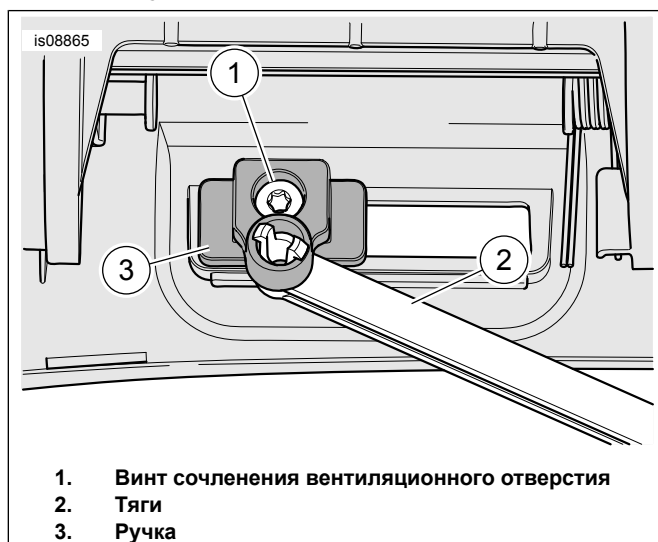

Рисунок 4. Винт сочленения вентиляционного отверстия
4. См. Рисунок 4 . Выверните винт (1). Удалите сочленение (2). Установите новый передний короб. Затяните.